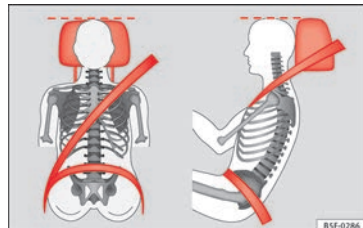

Abb. 94 Richtig eingestellte Kopfstütze von vorne und seitlich betrachtet.
– Stellen Sie die Kopfstützen so ein, dass sich die Oberkante der Kopfstütze möglichst auf einer Linie mit dem oberen Teil des Kopfes, jedoch nicht niedriger als Augenhöhe befindet »» **Abb. 94.**